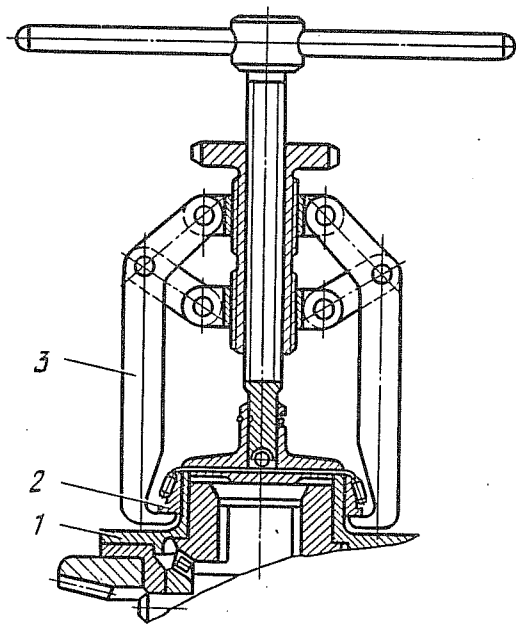

Рис. 60. Съемник подшипника дифференциала:
1.8. Спрессовать с дифференциала внутренние кольца подшипников и скомплектовать их с наружными кольцами (съёмник подшипника дифференциала, рис. 60).